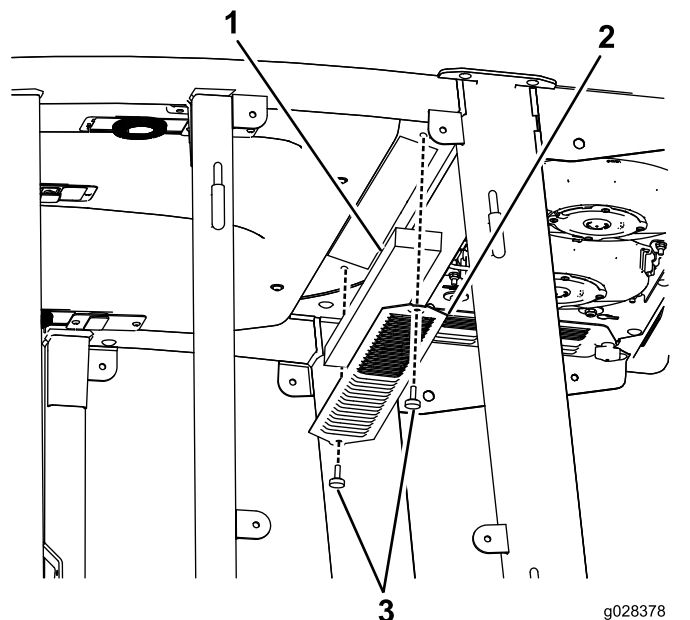
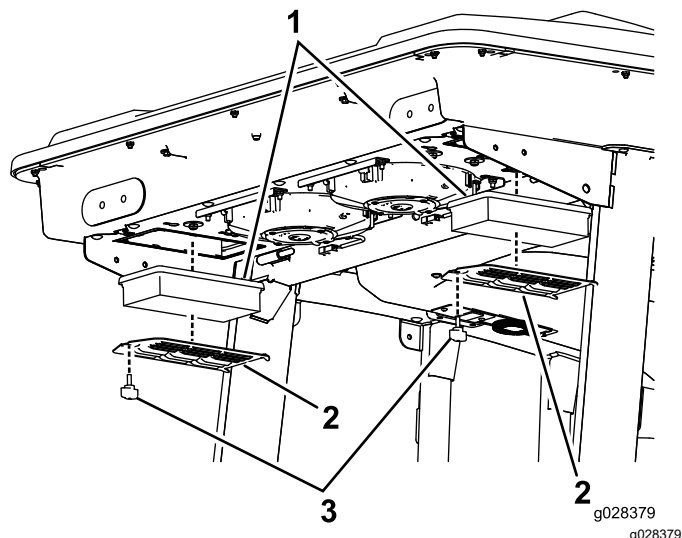
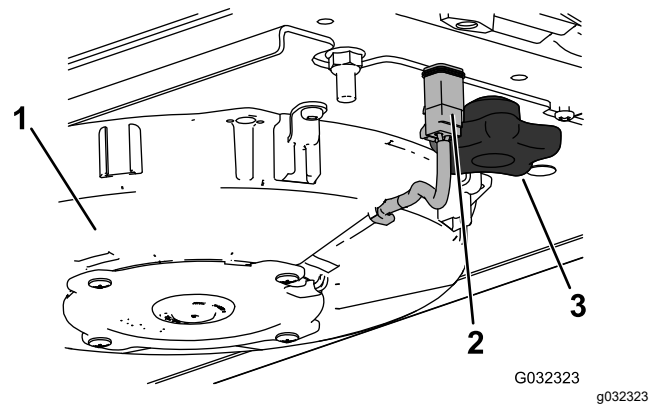
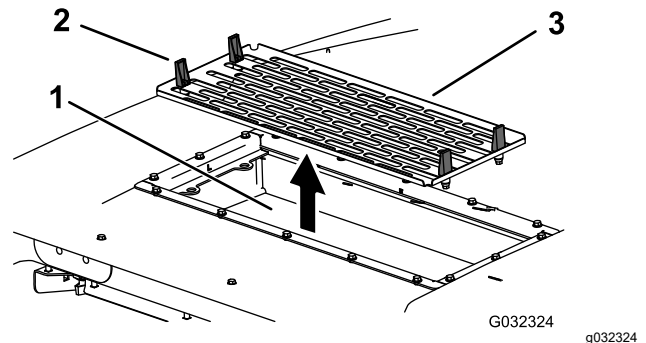

Figura 93
Figura 94
Figura 96
Figura 97
1. Rimuovete le viti e le griglie sia dal filtro dell'aria interno alla cabina, sia da quello sulla parte posteriore della cabina (**Figura 93** e **Figura 94**).
4. Togliete i filtri dell'aria (vedere Figura 94).
6. Installate i filtri dell'aria, la griglia e il gruppo ventola (Figura 94, Figura 96 e Figura 97).
7. Collegate il filo per ciascuna ventola (Figura 96).